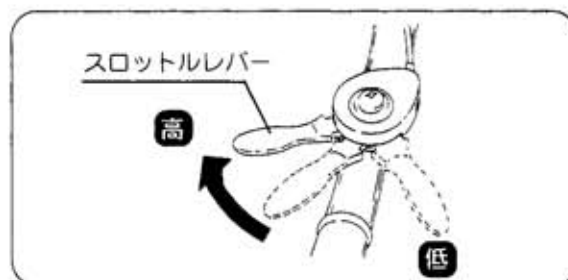

図20
- ④ スロットルレバーを内側に回して、エンジンの回転速度を調節してください。(図20)